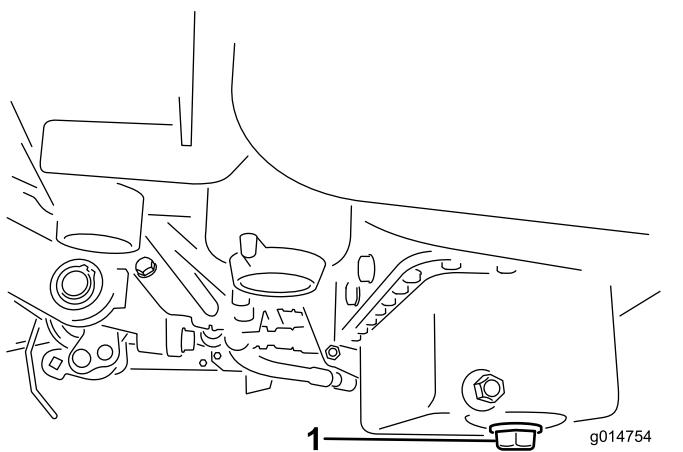

图45
- 拆下排油塞、让油流入放油盘。油不再流时、安装排油塞（图45）。